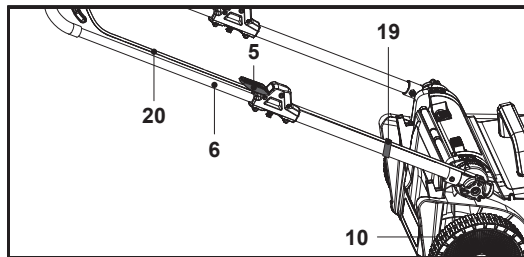

Rys. 3
7. Otworzyć dwie dźwignie blokujące (5), a następnie chwycić za uchwyt (2) i stopniowo wysunąć górny uchwyt (4), aż do końca (rys. 3, kroki 1, 2).
8. Zamknąć obie dźwignie blokujące (5) i sprawdzić, czy górny uchwyt (5) jest zablokowany (rys. 3, krok 3).